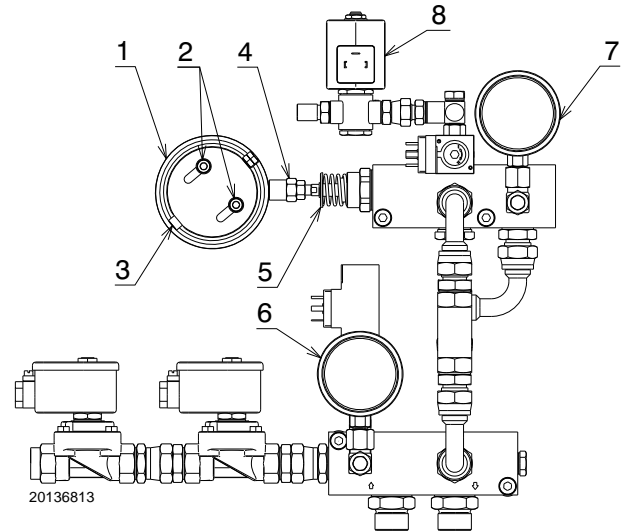

Fig. 30
Modificare l'eccentricità agendo sulla vite 3)(Fig. 30) dopo aver allentato le viti 2).
Legenda (Fig. 30)
- 5 Regolare la pressione sul ritorno al minimo a circa 4 bar. Per far ciò occorre variare la lunghezza dell'alberino del modulatore agendo sul dado 4)(Fig. 30).
Si consiglia di eseguire una taratura sufficiente a non creare fiamma fumosa ed arrivare al più presto alla potenza massima (corsa massima del servomotore 130°); tarare l'eccentrico tramite la vite 3)(Fig. 30) la pressione sul ritorno per ottenere la potenza desiderata e richiesta dall'ugello per poi tornare a tarare i punti intermedi.